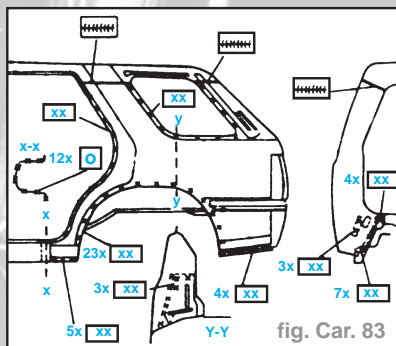

fig. Car. 83
- le panneau intérieur du panneau latéral arrière - découper approximativement aux endroits indiqués selon l'ampleur des dégâts (fig. Car. 83).
- Reposer le panneau latéral extérieur arrière (fig. Car. 83) - voir plan de mesures de la carrosserie.